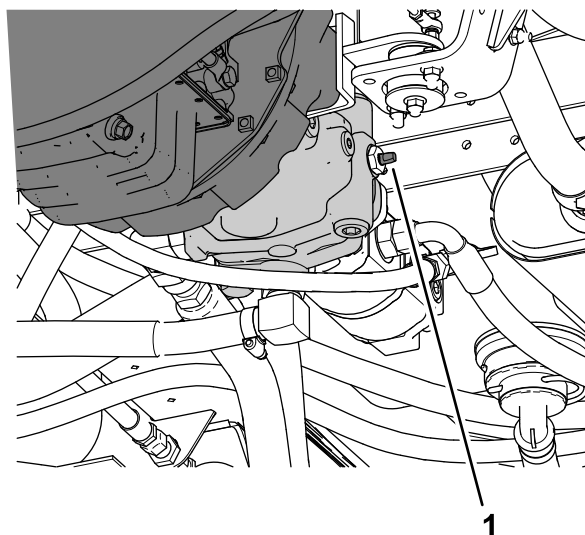

Figura 57
3. Gire la válvula de remolcado (Figura 57) 90° en cualquier sentido para abrirla.